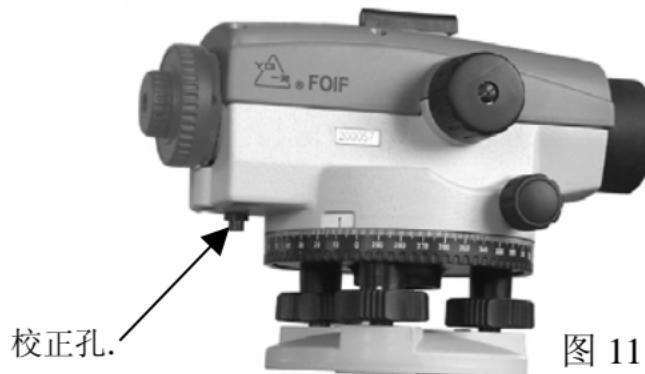

图 11
(1) 在 C 点进行, 如图 11 所示, 在壳体目镜一端的下方有一个孔,